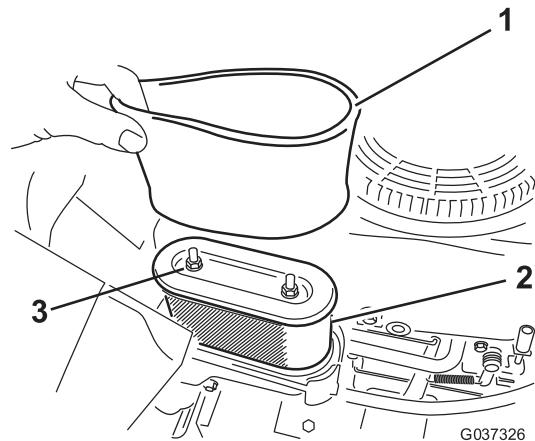

Figura 29
5. Retire las 2 tuercas que sujetan el conjunto del filtro a la carcasa (Figura 29).
1. Instale el filtro de gomaespuma sobre el filtro de papel (Figura 29).